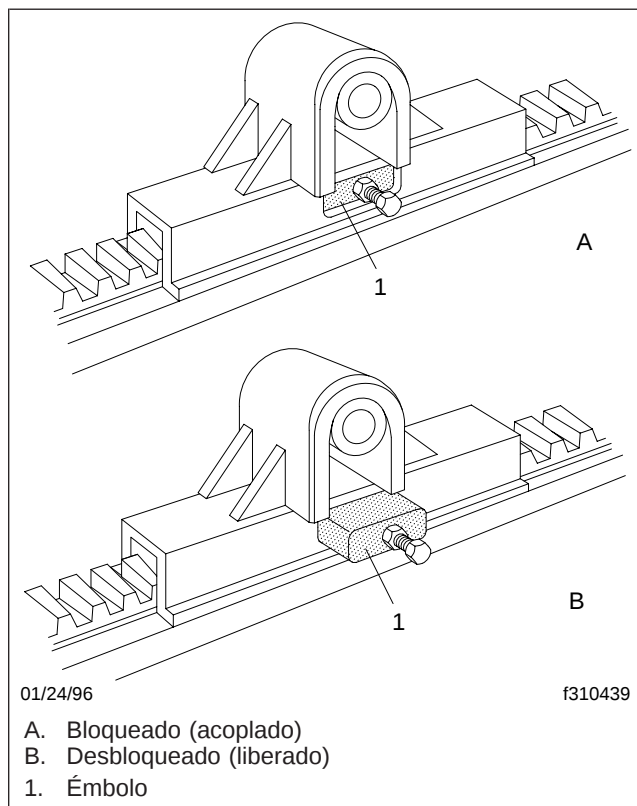

Figura 10.7, Posiciones del pasador
- 2.2 Para los modelos de desbloqueo manual, tire de la palanca de liberación (**Figura 10.3**) con un gancho de liberación, u otra herramienta conveniente. Asegúrese que ambos pasadores de la placa deslizable se hayan liberado. Vea la **Figura 10.7**. Si los pasadores no se han liberado (no están hacia afuera), baje los patines del remolque para aliviar la presión sobre los pasadores.
- 8.1 Para los modelos operados por aire, ponga el interruptor de control operado desde la cabina en LOCK (bloqueo). Revise los pasadores de la placa deslizante visualmente para asegurarse que estén acoplados en la posición de bloqueo completo. Vea la Figura 10.7.
- 8.2 Para los modelos de liberación manual, active la palanca de liberación (Figura 10.3) con un gancho de liberación u otra herramienta conveniente. Asegúrese que ambos pasadores se hayan bloqueado (que hayan entrado en los huecos correspondientes), y que se engranen completamente en los dientes de la cremallera. Vea la Figura 10.7. Puede ser necesario mover el tractor ligeramente mientras mantiene bloqueados los frenos del remolque.